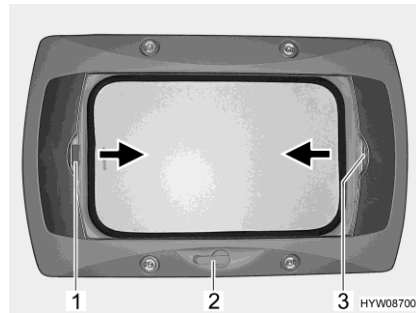

Fig. 53 Lanterneau à manivelle
- Tourner la manivelle (Fig. 53,2) jusqu'à ressentir une résistance.
- Tirer la poignée du dispositif occultant plissé (Fig. 53,3) dans le sens de la flèche et le relâcher lorsqu'il a atteint la position voulue. Le dispositif occultant plissé reste alors à cette position.
- Tirer sur la poignée (Fig. 53,1) de la moustiquaire dans le sens de la flèche jusqu'à toucher la poignée du dispositif occultant plissé (Fig. 53,3) située vis-à-vis et la faire s'enclencher.
- Appuyer sur la poignée de la moustiquaire (Fig. 53,1) vers l'arrière et le haut et décrocher la moustiquaire du dispositif occultant plissé (Fig. 53,3).